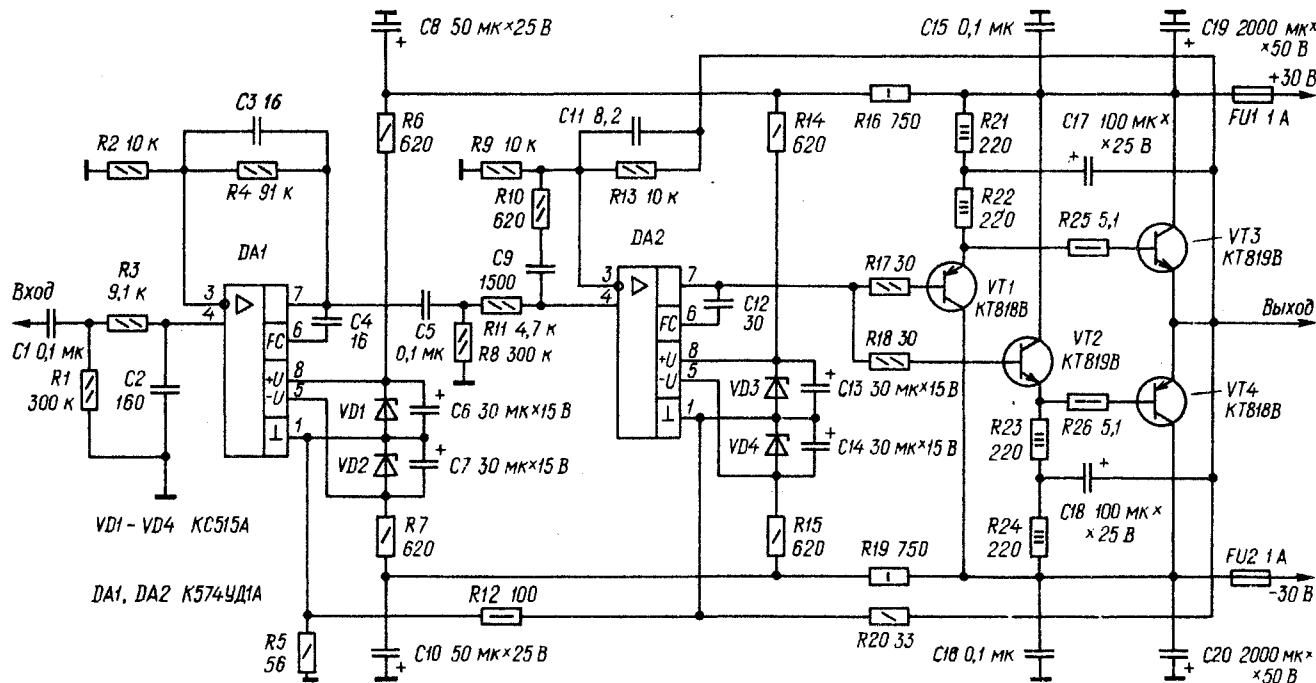

Рис. 1
**Принципиальная схема УМЗЧ** приведена на рис. 1. Его основные технические характеристики следующие: